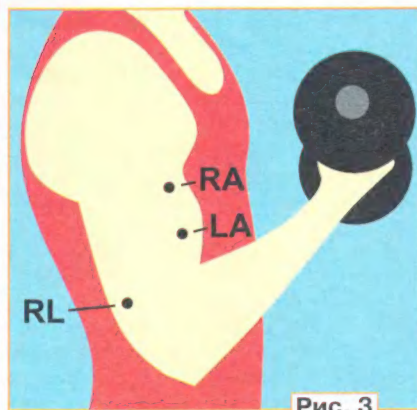

Рис. 3
7. Ответ — 1. К плате Arduino подключается модуль A1, который через внешние электроды X1—X3 позволяет измерять биопотенциалы мышц человека. Строго говоря, модуль A1 с микросхемой AD8232 предназначен для снятия электрокардиограммы сердца, но в [3] его предлагается использовать нестандартно, как миограф, но только для определённого класса мышц, например, бицепсов (**рис. 3**).